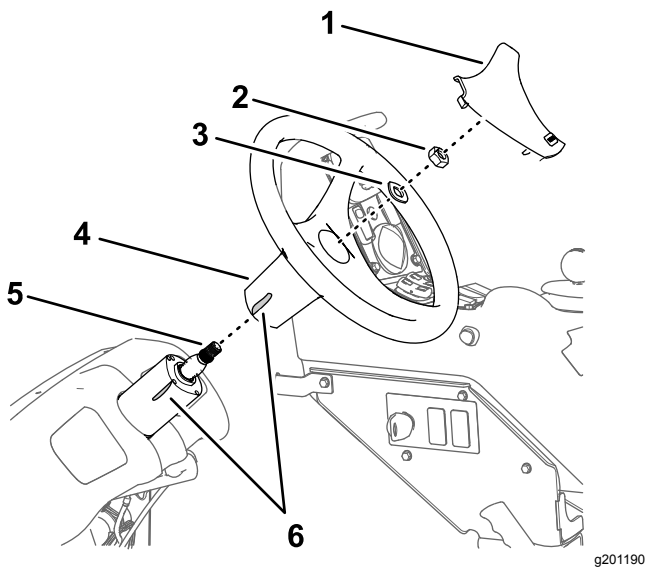

Figure 158
1. Avec un morceau de ruban adhésif, repérez la position du volant par rapport à la valve de direction (Figure 158).
2. Déposez le couvre-moyeu du volant (Figure 158).
3. Retirez l'écrou (5/8") et la rondelle (5/8") qui fixent le volant à la valve de direction, et déposez le volant (Figure 158).